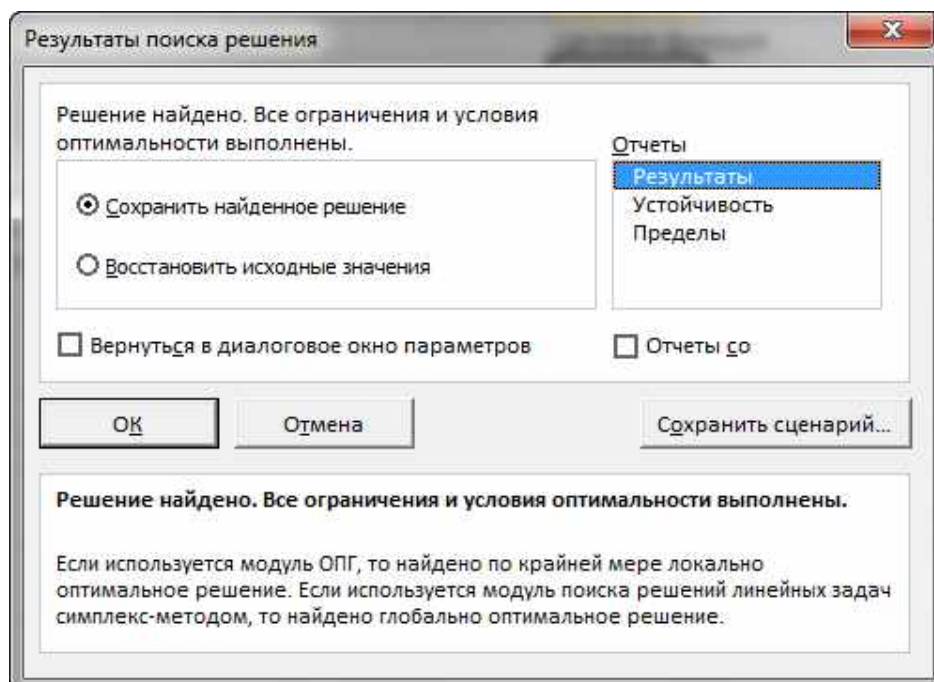

Рис. 11
После выбора кнопки Найти решение появляется окно Результаты поиска решения (рис. 11).
3) сохранить модель можно в виде именованных сценариев, для этого необходимо нажать на кнопку Сохранить сценарий диалогового окна Результаты поиска решений (см. рис. 11).
Устойчивость и Пределы). Для генерации одного или нескольких отчетов необходимо выделить их названия в окне диалога Результаты поиска решения (рис. 11). Рассмотрим более подробно каждый из них.